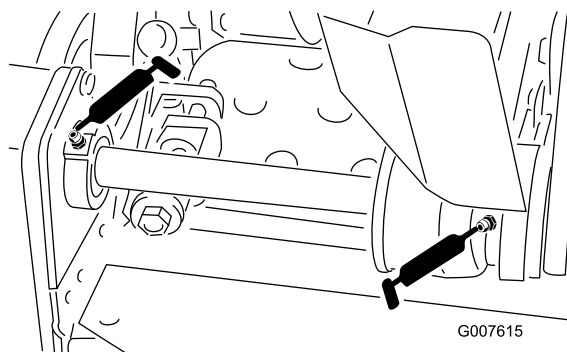

図 18
- ・ リールのカウンタ・シャフトのベアリング（2ヶ所）（図 18）